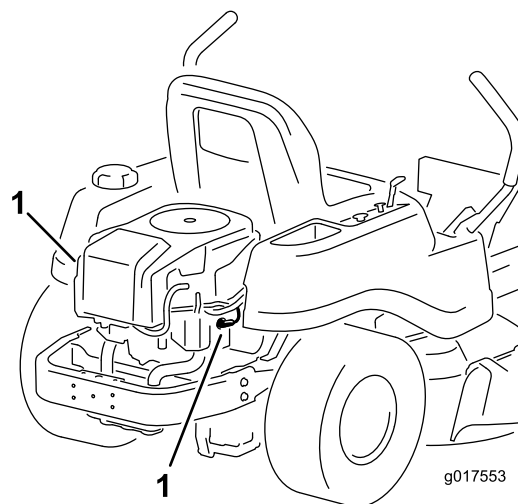

Figure 31
Débranchez la ou les bougies (Figure 31).
3. Reconnectez le fil à la bougie (Figure 31).